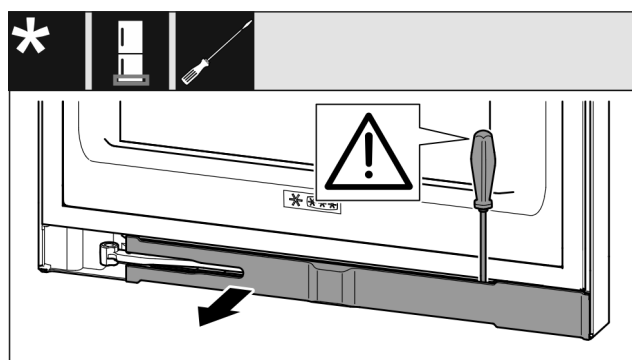

Fig. 13
- ▶ Blende mit Schlitzschraubendreher ausrasten und zur Seite schwenken. (siehe Fig. 13)